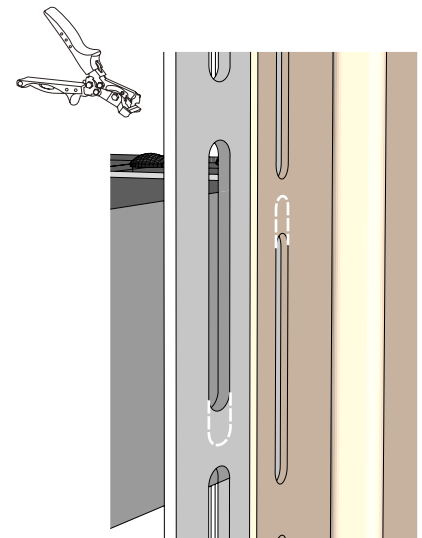

Рисунок 72
- 14.5** Перфорационные отверстия при совмещении могут не совпадать, иметь разную разбежку (рис. 72). В таких случаях, используя пробойник овальных отверстий, нужно подогнать перфорационные отверстия, удлинив их на одном, другом или обоих доборных элементах. После монтаж проходит согласно общим правилам монтажа.